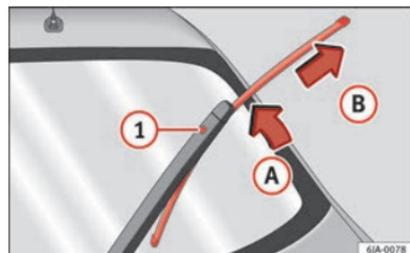

Fig. 70 Escobilla del limpialuneta.
- Retire el brazo del limpialuneta desde el cristal moviendo ligeramente la escobilla en el sentido del brazo – flecha A » » » fig. 70.
- Con la otra mano desbloquee el seguro ① y saque la escobilla en el sentido de la flecha B.